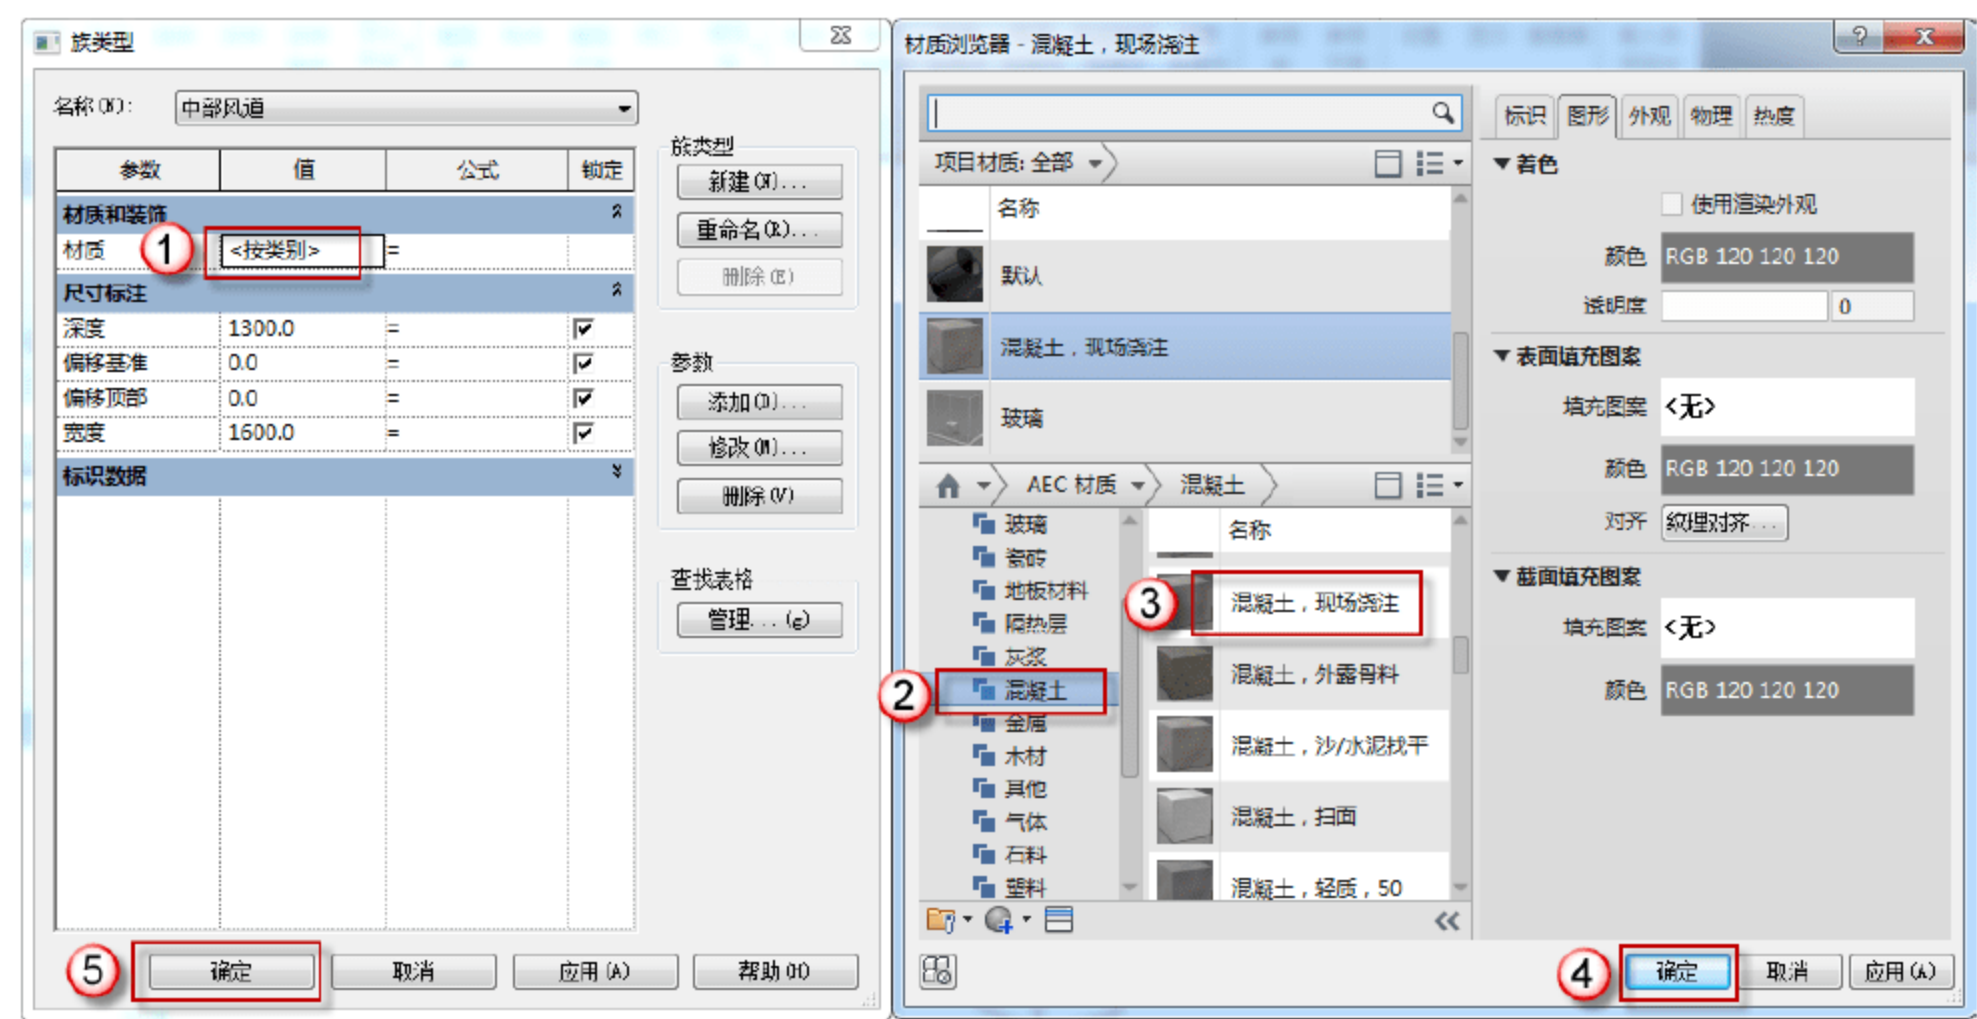

图 12.3.6 添加材质
(5) 添加材质。在“材质和装饰”参数下，单击“材质”后的“按类别”按钮，进入“材质浏览器”对话框，在“AEC 材质”中选择“混凝土”→“混凝土，现场浇注”，单击“确定”按钮，然后返回到“族类型”对话框，单击“确定”按钮，如图 12.3.6 所示。